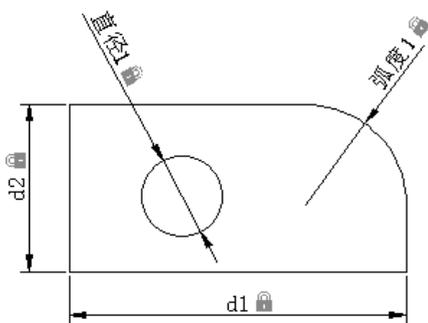

图 15.3.6 显示“名称”格式
- “标注名称格式(Q):”：该下拉列表选项可以为标注约束时显示文字指定格式，分为“名称”、“值”和“名称和表达式”三种形式，结果分别如图 15.3.6、15.3.5b 和 15.3.5a 所示。